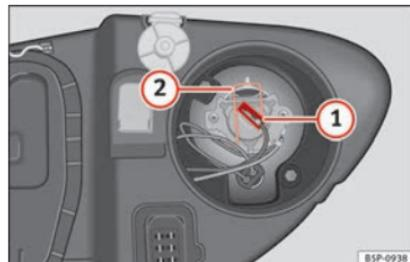

Fig. 181 Luz de carretera.
- Extraiga el conector » fig. 181 ① de la lámpara.
- Presione el resorte » fig. 181 ② hacia dentro y hacia la derecha.